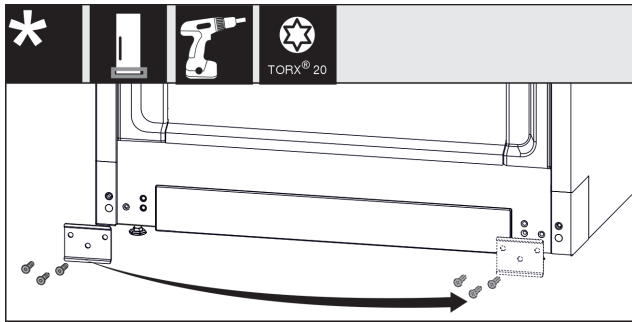

Fig. 15
- 拧下金属板，将其移到另一侧，然后重新拧紧。 Fig. 15 (1)